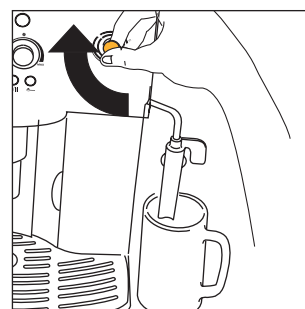
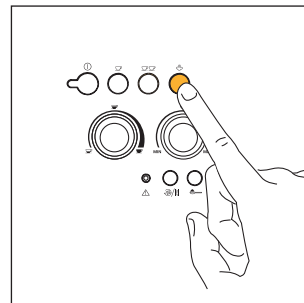
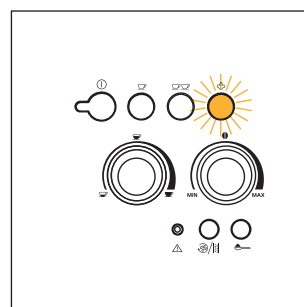

Fig.6
Fig.21
Fig.22
4. Efter nogle sekunder begynder der at løbe lidt vand ud af cappuccinoadapteren. Når koppen er fyldt op med cirka 30cc, drej dampbetjenings knappen en halv gang med uret (fig. 6) så langt den kan komme, for at afbryde vandstrømningen.
5. Vent på at de grønne kontrollamper ② og ③ holder op med at blinke og tændes uden at blinke. (Når de grønne kontrollamper blinker, betyder det, at maskinen er i forvarmningsfase, hvorimod når de er tændt og ikke blinker, betyder det, at maskinen har opnået den ideelle temperatur til at brygge kaffe. Jvf. par. 11 – punkt 1 og 2).
- Drej dampbetjeningsknappen med uret helt i bund for at afbryde vands-trømningen (fig. 6) og sæt cappuccinoadapteren i dens originale position i midten af maskinen. (Det tilrådes ikke at lade varmt vand løbe ud i mere end 2 minutter).
- Tryk derefter på tasten til damp (fig. 21). Kontrollampen ☼ (fig. 22) begynder at blinke for at vise at maskinen er i forvarmingsfase.
- Når den ønskede temperatur er nået, afbrydes dampudledningen ved at dreje dampbetjeningsknappen med uret helt i bund (fig. 6) og tryk på tasten til dampen ☼ (fig. 21) for at deaktivere dampfunktionen.